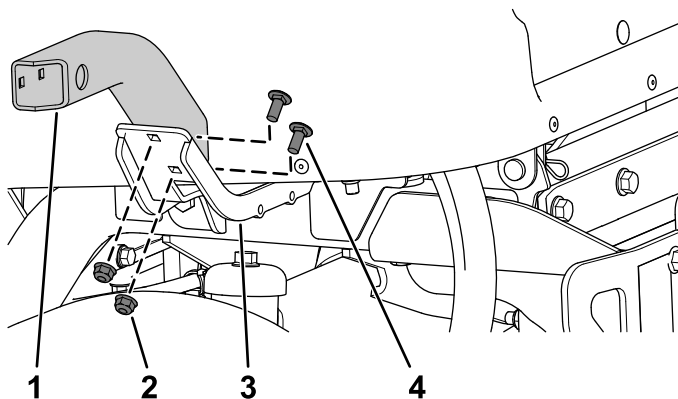

Figure 23
3. Fixez le support court gauche et le support court ou long droit aux supports gauche et droit à l'aide de 4 boulons de carrosserie ($\frac{5}{16}$ " x $\frac{3}{4}$ ") et 4 écrous à embase ($\frac{5}{16}$ "), comme montré à la Figure 23.